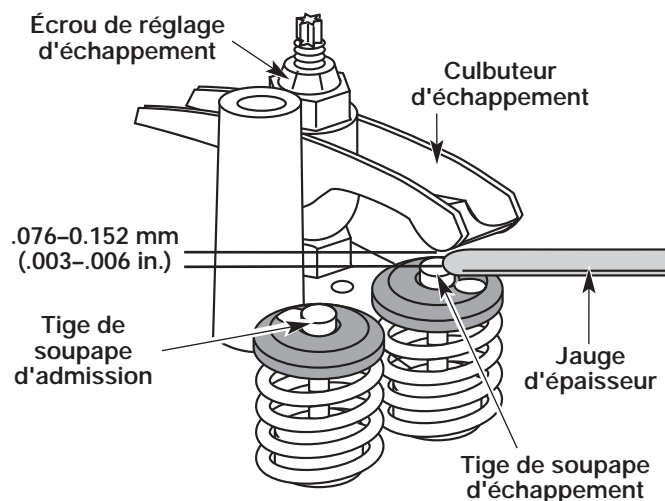

Fig. 67
- Tournez l'écrou de réglage à l'aide d'une clé de 8 mm (5/16 po) ou d'un tournevis à embout hexagonal (Fig. 67).